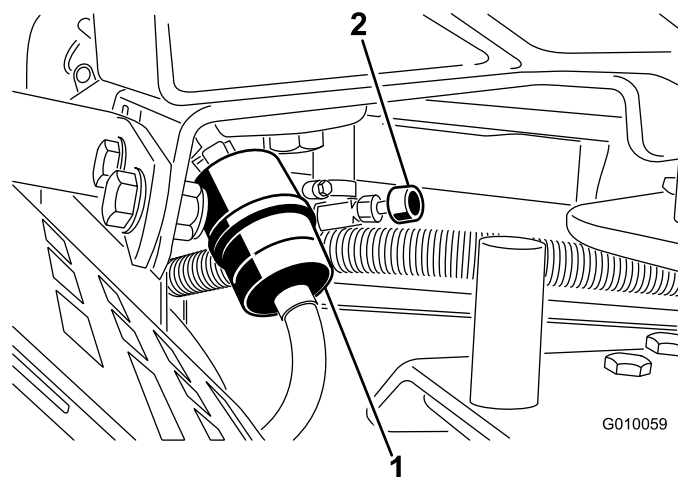

Figura 52
2. Cierre la válvula de combustible (Figura 52).
3. Apriete los extremos de las abrazaderas y deslícelas por el tubo alejándolas del filtro (Figura 52).
5. Instale un filtro nuevo y acerque las abrazaderas al filtro (Figura 52).
7. Abra la válvula de cierre de combustible (Figura 52).
3. Afloje la abrazadera cerca del filtro de combustible y deslícela por el tubo, alejándola del filtro de combustible (Figura 52).
4. Retire el tubo de combustible del filtro (Figura 52). Abra la válvula de cierre del combustible y deje que la gasolina se drene en un recipiente.
5. Instale el tubo de combustible en el filtro de combustible. Acerque la abrazadera al filtro de combustible para fijar el tubo de combustible (Figura 52).